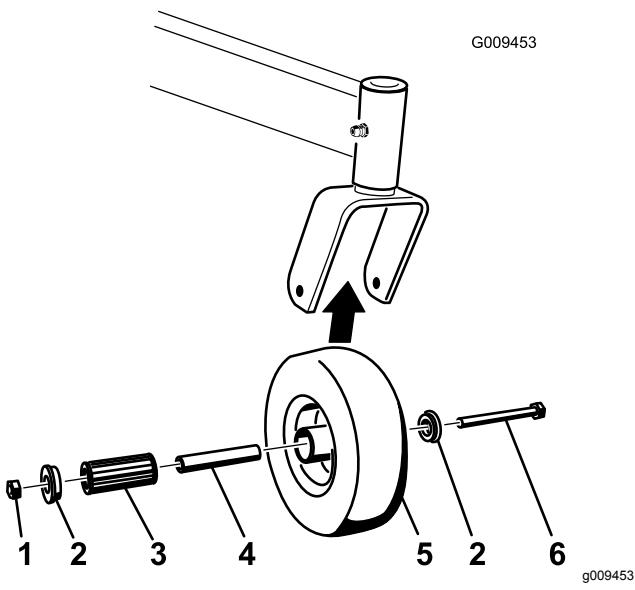

Bild 60
1. Entfernen Sie die Sicherungsmutter und die Radschraube, mit denen das Laufrad an der Laufradgabel befestigt ist (Bild 60).
2. Entfernen Sie eine Büchse und ziehen dann die Spannbüchse sowie das Rollenlager aus der Radnabe heraus (Bild 60).
3. Entfernen Sie die andere Büchse aus der Radnabe und entfernen Sie Fett- und Schmutzrückstände von der Nabe (Bild 60).
- Hinweis:** Tauschen Sie abgenutzte und beschädigte Teile aus (Bild 60).
5. Stecken Sie eine Büchse in die Radnabe (Bild 60).
6. Fetten Sie das Rollenlager und die Vierkantbüchse ein und schieben beide in die Radnabe (Bild 60).
7. Stecken Sie die zweite Büchse in die Radnabe (Bild 60).
8. Bringen Sie das Laufrad in der Laufradgabel an und befestigen Sie es mit der Radschraube und Sicherungsmutter (Bild 60).
9. Ziehen Sie die Sicherungsmutter so weit fest, dass die Vierkantbüchse auf die Innenseite der Laufradgabeln trifft (Bild 60).